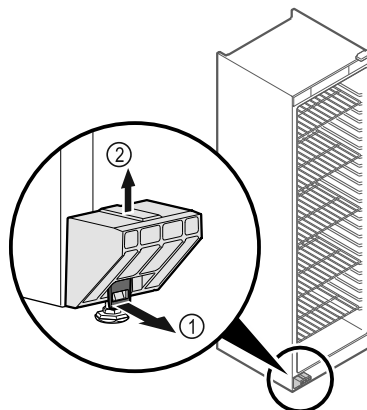

Fig. 4
- ▶ Потяните сергу Fig. 4 (1) вперед.
- ▶ Снимите транспортное крепление Fig. 4 (2) движением вверх.